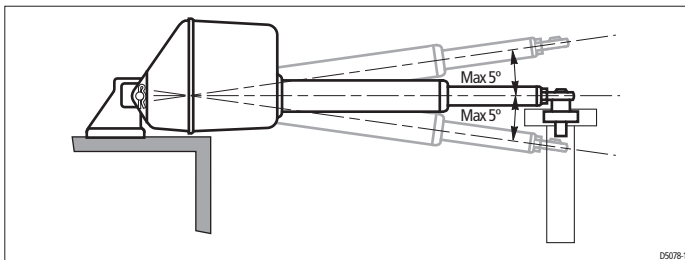

Bild 5: Linjering mellan tryckstång och rorkultens vridplan
- Tryckstängens skall vara korrekt linjerad mot rorkultens rörelseplan. Det ledade fästet medger endast en linjeringsavvikelse på högst fem grader mellan tryckstängens och rorkultens rörelseplan (se bild 5).
- vinkelrörelsen i ledet är mindre än 5 grader (se bild 5), eftersom drivenheten kommer att ta i styrmarmen/roderkvadranten och kulleleden kommer att låsa om så inte är fallet,